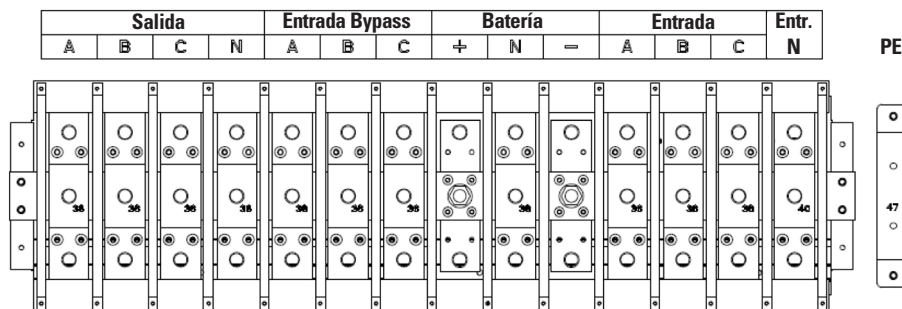

Fig. 41. Terminales de conexión de los armarios de 10 slots.
2. Abra la puerta del armario (frontal para los armarios de 2 y 4 slots, trasera para los armarios de 6 y 10 slots) y retire la tapa plástica o de metal. Los terminales de las baterías, de conexión a tierra y de entrada y salida se muestran en la Fig. 41.